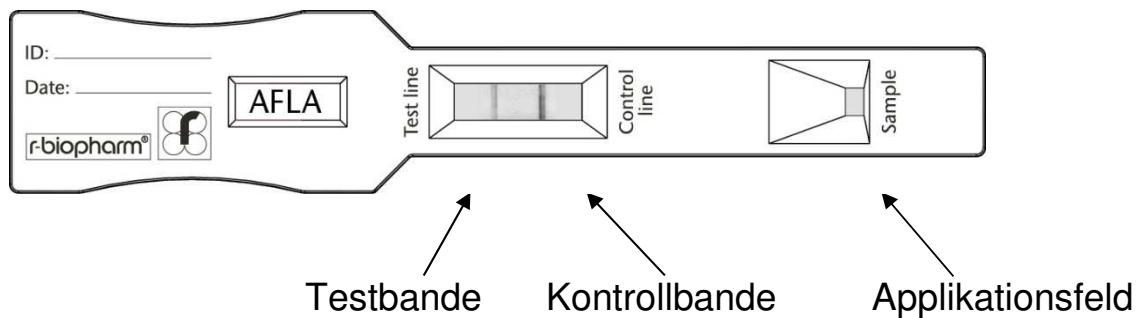

Abb. 1: Teststreifen RIDA®QUICK Aflatoxin RQS ECO
- 100 µl der Probenlösung (partikelfreie Lösung oder Verdünnung I, siehe 8. Probenvorbereitung) auf das Applikationsfeld des Teststreifens auftragen (vgl. Abb. 1)
Die linke Bande im Reaktionsfeld ist die Testbande (Testlinie, siehe Abb. 1). Ihr Erscheinen und ihre Intensität ist abhängig von der Aflatoxin-Konzentration der Probe. Die Probe enthält Aflatoxin, wenn sowohl die Kontrollbande (Kontrolllinie) vorhanden, als auch die Testbande (Testlinie) sichtbar ist.